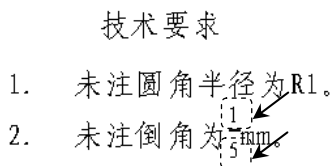

图 6.7.12 “层叠注释”的上下文字
- ☒ **下(L):** 文本框：该文本框中输入的文字为层叠注释下方文字，如图 6.7.12 所示。